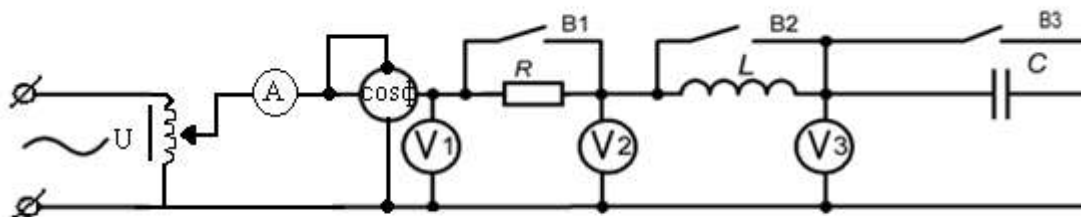

Рисунок 1-Схема метода измерений
- Ознакомиться со схемой метода измерения (Рисунок 1);